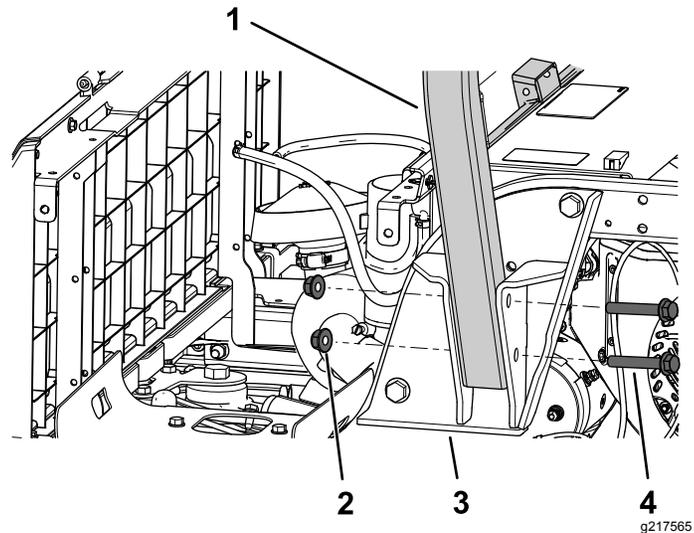

Figure 19
1. Fixez un côté de l'arceau de sécurité à un support de ROPS à l'aide de 2 boulons à embase (1/2" x 3 1/2") et 2 contre-écrous (1/2"), comme montré à la Figure 19.